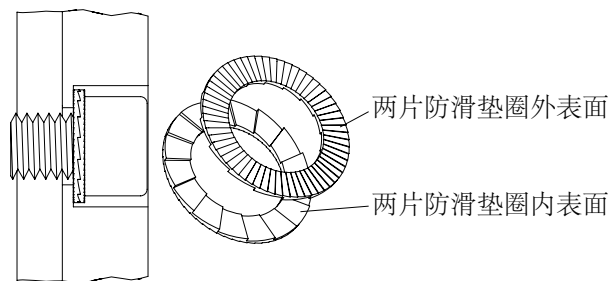

图 17 Nord-Lock®防松垫圈的正确安装位置
注意 请注意防滑垫圈的方向是否正确 (图17. Nord-Lock®防松垫圈的正确安装位置)。要按要求使用紧固扭矩!
2. 推入叶轮 (6)。
3. 装上O形圈 (5)。
4. 插入叶轮垫圈 (2)。
5. 装上O形圈 (4)。
6. 安装防滑垫圈 (3), 注意防滑垫圈的方向 (见图17. Nord-Lock®防松垫圈的正确安装位置) 正确。
7. 使用56Nm扭矩锁紧凹头螺丝 (1)。